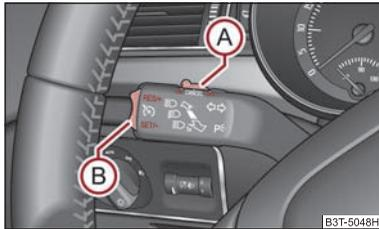

Abb. 136 Bedienungshebel: Wippe und Schalter der Geschwindigkeitsregelanlage
Bedient wird die Geschwindigkeitsregelanlage mit dem Schalter (A) → Abb. 136 und der Wippe (B) im linken Hebel des Multifunktionsschalters.
- Drücken Sie den Schalter (A) in die Stellung **ON**.
- Nach Erreichen der gewünschten Geschwindigkeit drücken Sie die Wippe (B) in die Position **SET**.
- Die gespeicherte Geschwindigkeit können Sie ohne Betätigung des Gaspedals durch Drücken der Wippe (B) → Seite 137, Abb. 136 in die Position **RES erhöhen**.
- Die Geschwindigkeitsregelanlage können Sie auch vorübergehend abschalten, indem Sie den Schalter (A) → Seite 137, Abb. 136 in die Mittelstellung drücken.
Die **Wiederaufnahme** der gespeicherten Geschwindigkeit erfolgt nach Loslassen des Brems- oder Kupplungspedals, bei Fahrzeugen mit automatischem Getriebe nur nach Loslassen des Bremspedals, und nach kurzem Drücken der Wippe  ⇒ Seite 137, Abb. 136 in die Position **RES**.
- Drücken Sie den Schalter  ⇒ Seite 137, Abb. 136 nach rechts in die Stellung **OFF**. ■